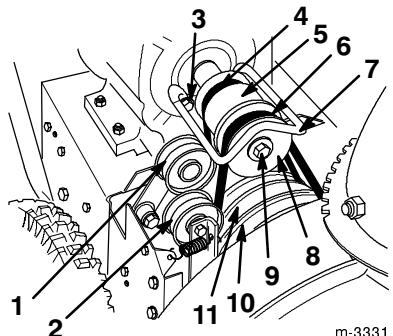

Figure 27
Si la courroie de traction (Fig. 27) est usée, imbibée d'huile ou endommagée de quelque autre manière, remplacez-la par une courroie neuve. Vous pouvez acheter une courroie neuve chez votre concessionnaire Toro agréé.
- Retirez les 2 vis, rondelles et rondelles-frein de fixation du guide-courroie (Fig. 27).
- Retirez la vis du vilebrequin du moteur avec sa rondelle et sa rondelle-frein (Fig. 27).
- Détachez et déposez la poulie à gorge du moteur (Fig. 27).
- Déposez la poulie du moteur (Fig. 27).
- Retirez la courroie de traction hors de la poulie de traction et du vilebrequin du moteur (Fig. 27).
- Tirez la poulie folle de traction vers l'extérieur et mettez en place la nouvelle courroie de traction (Fig. 27).
- Tirez la poulie folle vers l'extérieur et passez la courroie d'entraînement de tarière/roue hélice devant la poulie du moteur, en veillant à la faire passer du côté intérieur de la poulie folle (Fig. 27).
5. Retirez les 2 vis, rondelles et rondelles-frein de fixation du guide-courroie (Fig. 27).
6. Retirez la vis du vilebrequin du moteur avec sa rondelle et sa rondelle-frein (Fig. 27).
7. Détachez et déposez la poulie à gorge du moteur (Fig. 27).
8. Déposez la courroie d' entraînement de tarière/roue hélice (Fig. 27).
9. Tirez la poulie folle vers l'extérieur et passez la courroie neuve autour de la grande poulie de tarière/roue hélice (Fig. 27).
10. Passez la courroie devant la poulie du moteur, en veillant à la faire passer du côté intérieur de la poulie folle (Fig. 27).